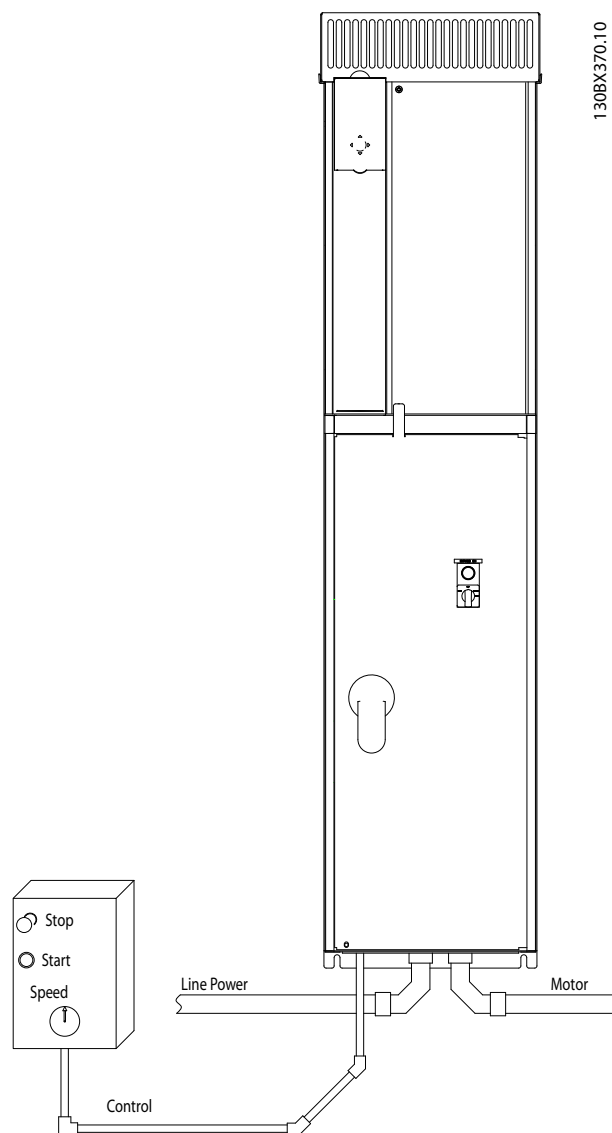

Abbildung 2.3 Beispiel für sachgemäße elektrische Installation über Kabelkanäle
- Da die Motorkabel Hochfrequenzstrom führen, ist eine getrennte Verlegung der Netzversorgung, der Motorkabel und Steuerleitungen wichtig. Verwenden Sie hierzu Kabelkanäle oder getrennte abgeschirmte Kabel. Siehe *Abbildung 2.3*. Die Nichtbeachtung dieser Vorgabe könnte die optimale Funktion des Frequenzumrichters und anderer angeschlossenen Geräte beeinträchtigen.